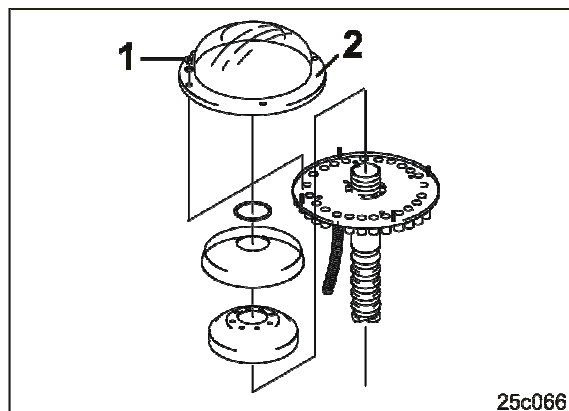

Рис. 160
5. Открутите барашковые гайки (Рис. 160/1) и снимите с распределительной головки прозрачную пластиковую крышку (Рис. 160/2).
7. Установите пластиковую крышку (Рис. 160/2).
8. Закрепите пластиковую крышку при помощи барашковых гаек (Рис. 160/1).